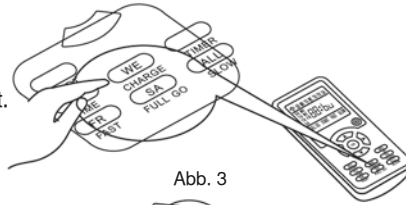

Abb. 3
4. Wenn Sie das Gerät aufladen möchten, drücken Sie die Taste CHARGE auf der Fernbedienung. Die Maschine findet die Dockingstation im gültigen Bereich und ladet. (Siehe Abbildung 3)